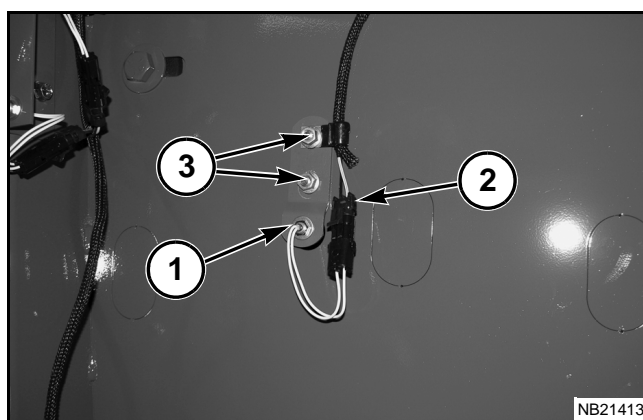

FIG. 74
FIG. 74: Levante el brazo de densidad de fardo con un elevador hasta que el rodillo trasero haga contacto con el rodillo de cámara superior. Esto moverá el brazo de densidad de fardo a su posición para ajustar el soporte (1) del interruptor de límite de tamaño excesivo.